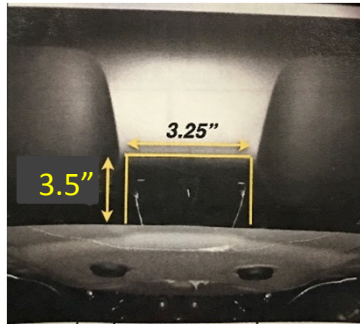

Figure 2
7.) Découper le carénage selon la figure 2.